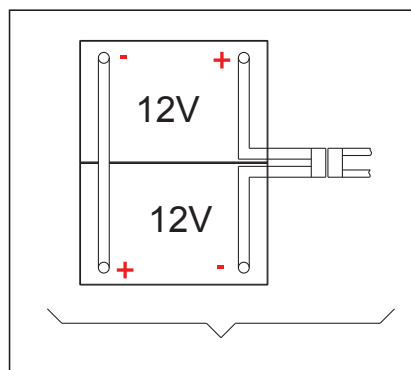

FIGURE 4
La machine utilise pour fonctionner deux (2) batteries de 12 V. Deux modèles de batterie peuvent être utilisés à savoir GEL ou AGM. Branchez la batterie comme illustré sur la Figure 4 ci-contre.
1. Vérifiez les batteries Assurez-vous que le connecteur (9) est bien branché au bloc de batteries.
2. Appuyez sur l'interrupteur Marche/Arrêt (41) pour le positionner sur « on ». Si le voyant vert est allumé, les batteries sont prêtes à être utilisées. Si le voyant ambre ou le voyant rouge sont allumés, les batteries ont besoin d'être chargées. (Vous reportez au chapitre sur la maintenance pour plus de détails sur les procédures à suivre)